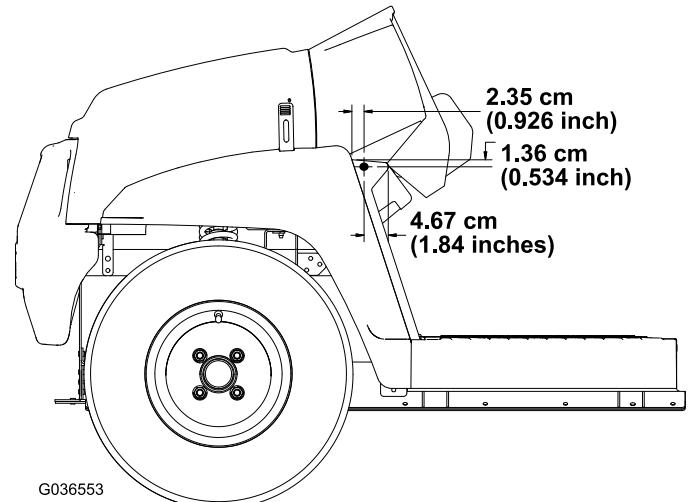

Figura 30
2. Utilizzando le dimensioni nella Figura 30, praticate 1 foro (5/16") all'esterno della pedana, sui lati sinistro e destro della macchina.